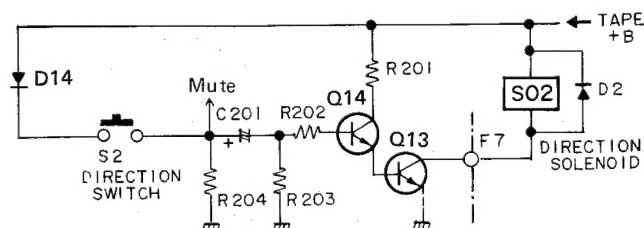

Fig. 18
• Direction Switching Circuit (Fig. 18)